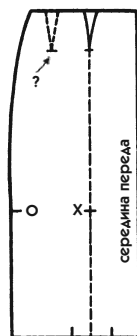

Рис. 241
1. Начертите рис. 241 так же, как рис. 236.
2. Чуть ниже половины длины юбки (высота приведенного примера) обозначьте точки (X и O на рис. 241), от которых пойдет расширение.
В примере, который мы только что рассмотрели (рис. 241), две маленькие черточки, расположенные внизу юбки по обе стороны от рельефа, обозначают ширину, прибавленную на каждую половину фалды: та, что справа, — для левой части, та, что слева, — для правой части.